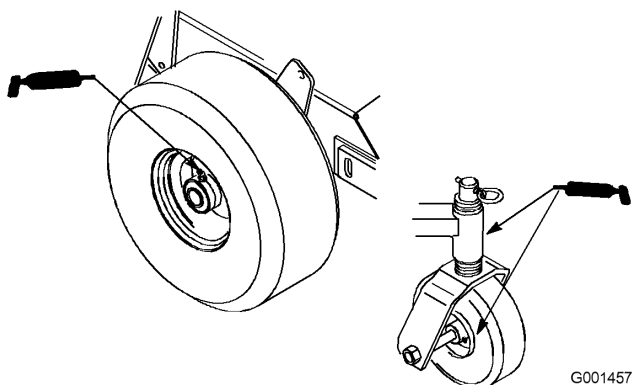

Figura 15
1. Lubrique los cojinetes de las ruedas delanteras y los ejes delanteros (Figura 15).